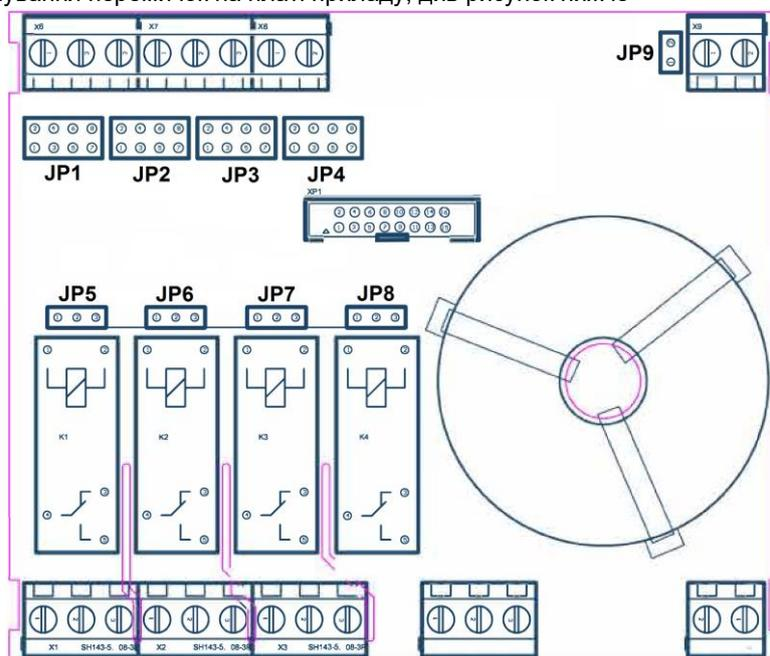

Рисунок 4.2 - Схема розташування переминок приладу РСУ-41Н
4.3.2 Перед установкою блоку приведіть у відповідність положення переминок JP1-JP8 на платі входів/виходів (див. рис. 4.2) згідно конкретного технологічного об'єкту (див. табл. 4.3.1, 4.3.2). Перемички JP1-JP4 служать для налаштування чутливості каналу контролю рівня до електропровідних властивостей рідин, JP4-JP8 - для управління станом вихідних реле.